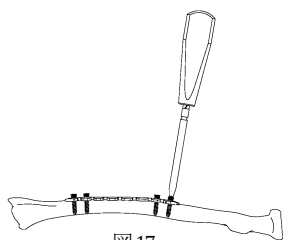

図17
- 3) 遠位部3.5 ロッキングスクリューより抜去し、続いて骨幹部3.5 ロッキングスクリューを抜去します。(図17)